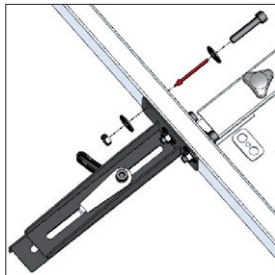

Abb. 4
- Installieren und sichern Sie den Werkstückdruck auf dem Stütztisch (Abb. 4).